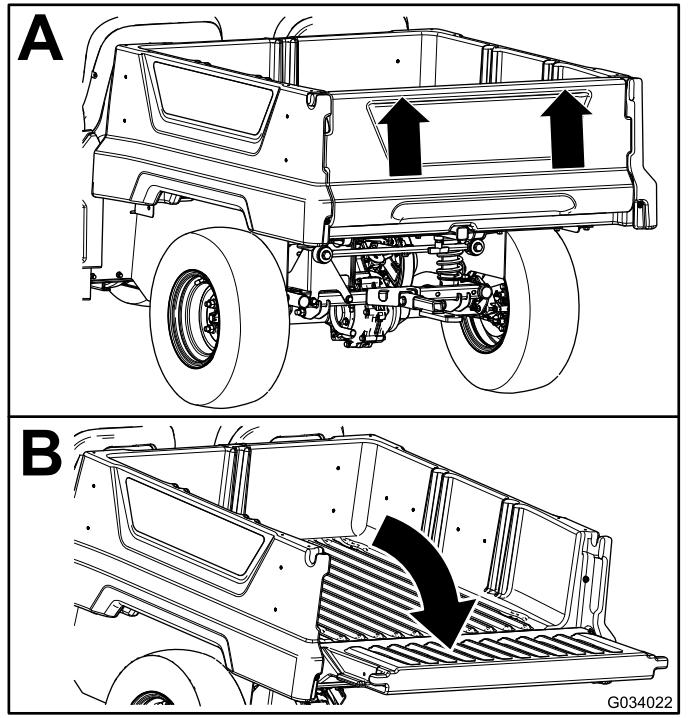

Figura 22
2. Utilizzando entrambe le mani, sollevate la sponda posteriore utilizzando il bordo vicino alla parte superiore della sponda posteriore (Figura 22).
3. Abbassate la sponda posteriore in modo che sia a livello con la parte inferiore del pianale (Figura 22).